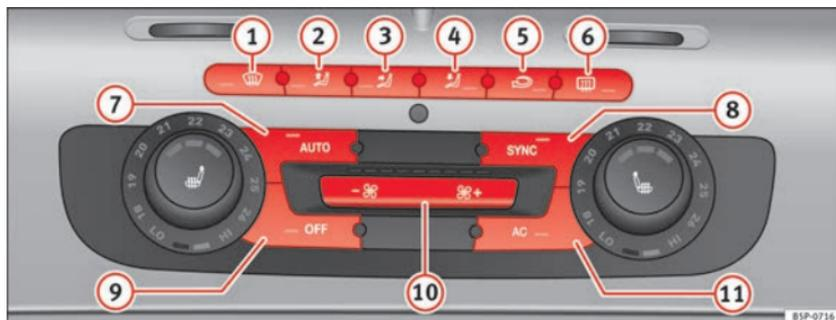

Abb. 133 In der Instrumententafel: Bedienelemente 2C-Climatronic
⇒ Abb. 133.
- Drücken Sie die Taste  ⇒ Abb. 133. Am Display des Radios wird „AUTO High“ angezeigt (hohe Gebläsestufe).
- Drücken Sie erneut die Taste  ⇒ Abb. 133. Am Display des Radios wird „AUTO Low“ angezeigt (niedrige Gebläsestufe).